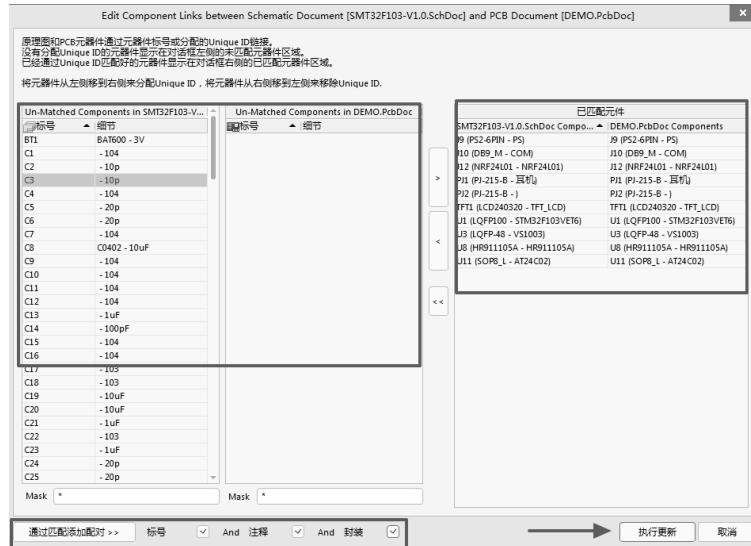

图 16-28 元件关联（匹配）
(1) 在 PCB 设计交互界面中，执行菜单命令“工程-元器件关联”，如图 16-28 所示进行元件匹配。
(2) 正常执行更新即可实现元件位号的更新而不移位。